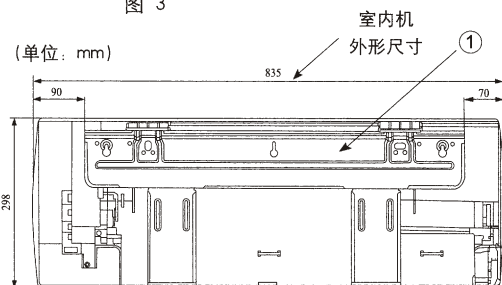

图 4
- (3) 室内机安装前必须按图4所示将机器抬起45°左右，确认M、N两处孔的畅通。